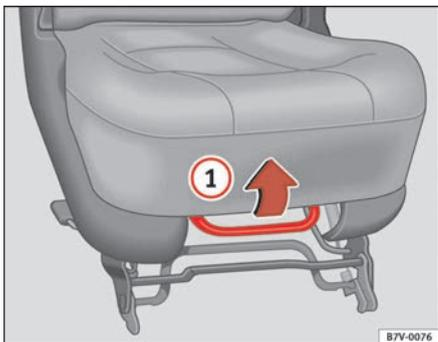

Fig. 89 Scorrimento del sedile in senso longitudinale
- Tirare verso l'alto la leva di sblocco ⇒ fig. 89, nel senso della freccia, mantenendola in questa posizione.